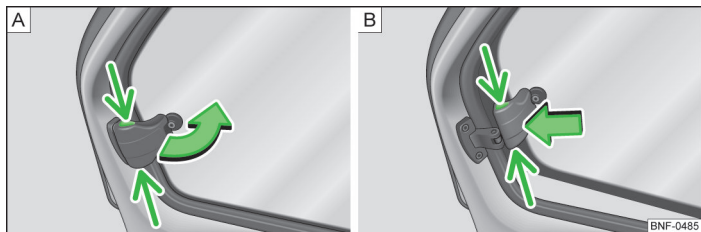

Fig. 20 Geamuri spate
- Prindeți de siguranța din degajarea » fig. 20 - și deschideți geamul în sensul săgeții.
- Blocați geamul în poziție deschisă, prin apăsarea siguranței în sensul săgeții » fig. 20 - .
- Prindeți de siguranța din degajare și trageți împotriva sensului săgeții » fig. 20 - .
- Închideți geamul în poziția inițială, împotriva sensului săgeții » fig. 20 - , până când siguranța se blochează cu zgomot.